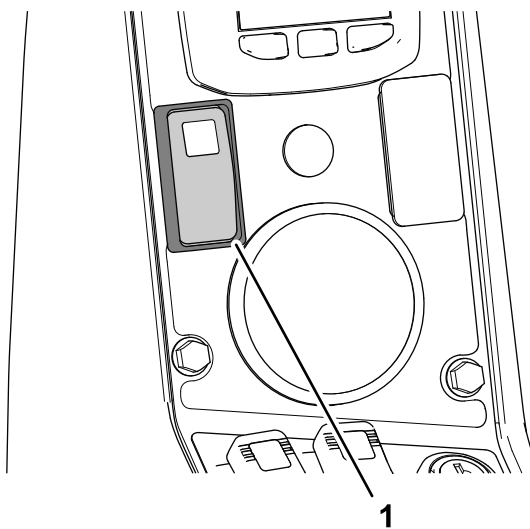

Figura 140
1. Pressione o pedal do acelerador até atingir a rotação máxima do motor (aceleração máxima). Acione o interruptor de bloqueio do acelerador da máquina (Figura 140).